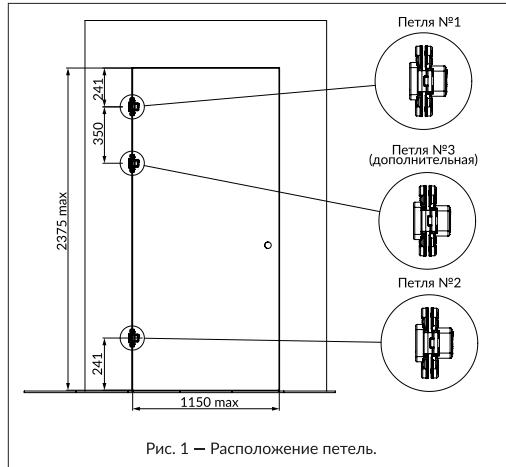

Рис. 1 – Расположение петель.
1. Определить количество устанавливаемых петель исходя из массы дверного полотна, наличия доводчика и дверного упора. Отфрезеровать установочные пазы под петли в дверном полотне и в дверной коробке (см. рис.1, рис.3).